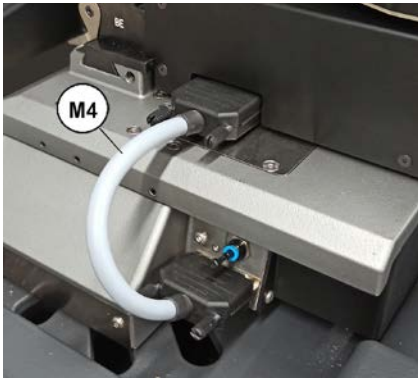

Bild 125
- 3) Das serielle Kabel (M4), das den Spannbacken V4 mit der Maschine verbindet, trennen (Bild 125).